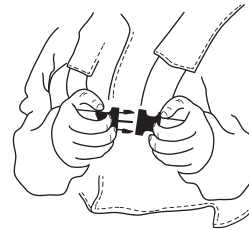

Fig. 1
Le harnais de la débroussailleuse est équipé d'un verrou à dégagement rapide accessible situé au niveau de la poitrine de l'utilisateur, qui sert de dispositif de sécurité pour jeter la machine en cas d'incendie (Fig. 1). Vérifiez toujours avant d'utiliser la débroussailleuse que le verrouillage rapide fonctionne correctement.
- ▶ A l'avant du harnais se trouve une articulation à dé-gagement rapide facilement accessible (située au niveau de la poitrine de l'utilisateur), qui peut être utilisée en cas de danger qui nécessite de se libérer de la machine (Fig. 1).